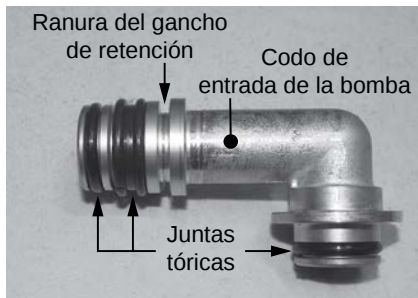

Figura 168 - Juntas tóricas del codo de entrada de la bomba
- Ubique el nuevo codo de entrada de la bomba y las tres (3) juntas tóricas incluidas en el kit. El codo de entrada de la bomba usa una (1) junta tórica 15 x 2.5 en el lado de entrada, una (1) junta tórica de doble sello 16 x 7 en el lado de entrada, y una (1) junta tórica 15 x 2.5 en el lado de salida. Instale las juntas tóricas en el codo. Instale el codo en la bomba de agua y fije con el gancho de retención. Continúe con el **Paso 33** si no reemplazará la bomba de agua. Consulte la Figura 168.
El codo de entrada de la bomba usa una (1) junta tórica 15 x 2.5 en el lado de entrada, una (1) junta tórica de doble sello 16 x 7 en el lado de entrada, y una (1) junta tórica 15 x 2.5 en el lado de salida. Consulte la Figura 168.